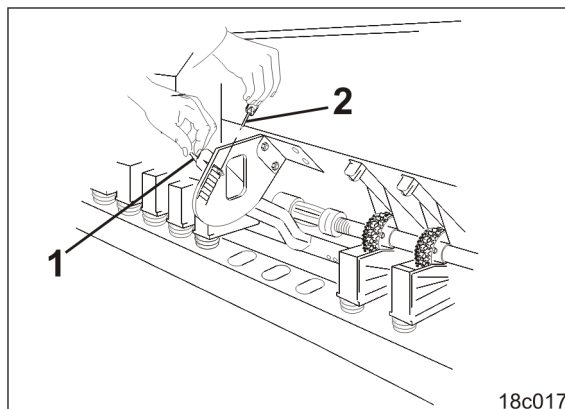

Рис. 70
1. Установите рычаг клапана высевной коробки (Рис. 70/1) на табличное значение (смотрите Рис. 28, на стр. 51).
2. Зафиксируйте регулировочный рычаг клапанов пружинным фиксатором (Рис. 70/2).